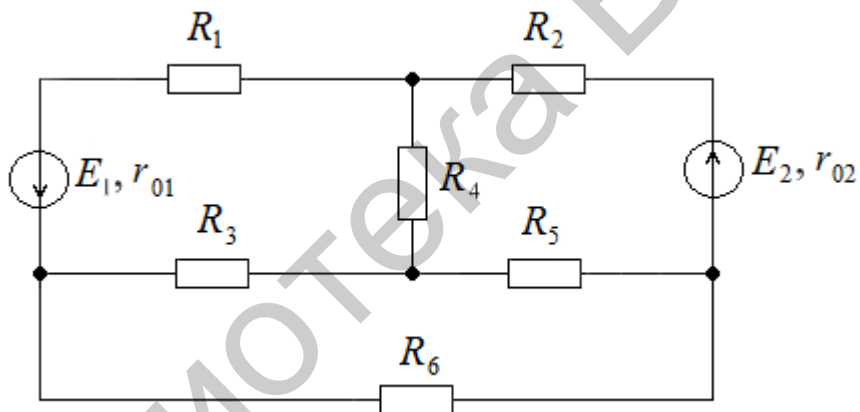

Рис. 134
67. Определить ток I_1 методом эквивалентного генератора в электрической цепи (рис. 134), если $E_1 = 20$ В; $E_2 = 40$ В; $R_1 = 64$ Ом; $R_2 = 48$ Ом; $R_3 = 30$ Ом; $R_4 = 25$ Ом; $R_5 = 50$ Ом; $R_6 = 15$ Ом; $r_{01} = 1$ Ом; $r_{02} = 2$ Ом.